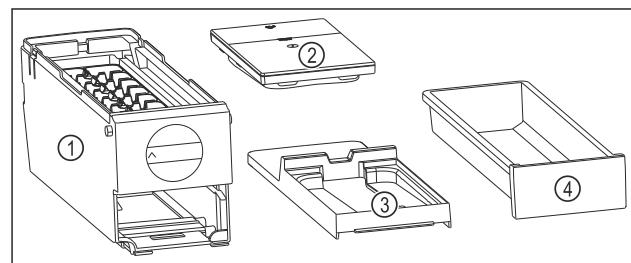

Fig. 119 Súčasti EasyTwist-Ice
- EasyTwist-Ice je rozložený na štyri časti. (pozri Fig. 119)
- Rozložte EasyTwist-Ice len na tie súčasti, ktoré sú na obrázku. (pozri Fig. 119)
- Korpus EasyTwist-Ice Fig. 119 (1) vyčistite ako celok.